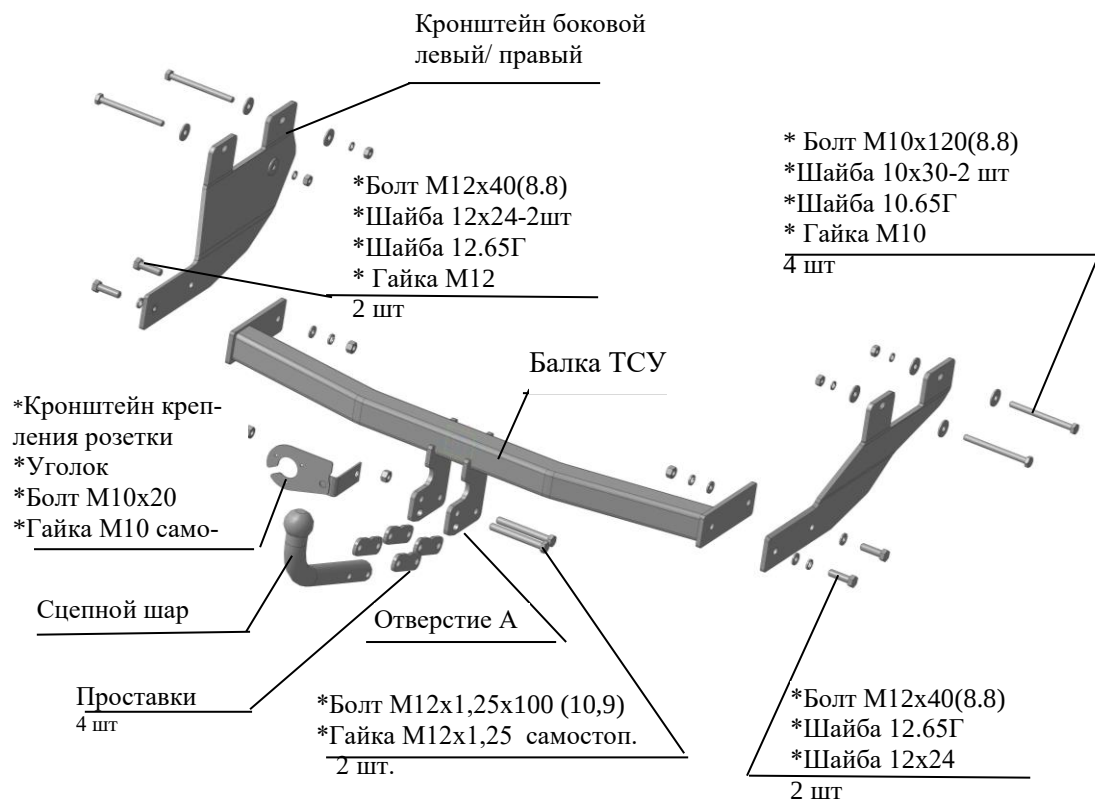

Рис.1 Тягово-сцепное устройство 7270.
2.1 ТСУ 7270 в сборе (рис.1)	1 шт.
2.2 Пакет с комплектующими (см. рис.1)+защитный колпак	1 шт+1 шт.
4.3 Установить боковой правый кронштейн к внутренней полке правого лонжерона, используя болты М10х120, штатные втулки в лонжеронах (Хендай Гранд Старекс 2018-2023 г. выпуска – без втулок) и крепеж соответственно рис.1. Крепеж не затягивать.
4.5 Закрепить балку ТСУ к съемным боковым кронштейнам болтами М12х40 и крепежом соответственно рис.1. Крепеж не затягивать.